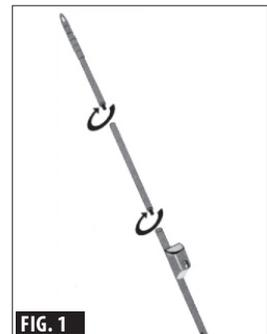

FIG. 1
1. Schroef alle drie delen van de stang in elkaar totdat deze stevig gemonteerd is (zie FIG. 1).